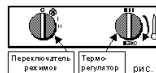

рис. 1
5.2. На рис.1 показана панель управления ТПЦ2, ТПЦ3 ТПЦ5, ТПЦ9 ТПЦ15, ТПЦ23.